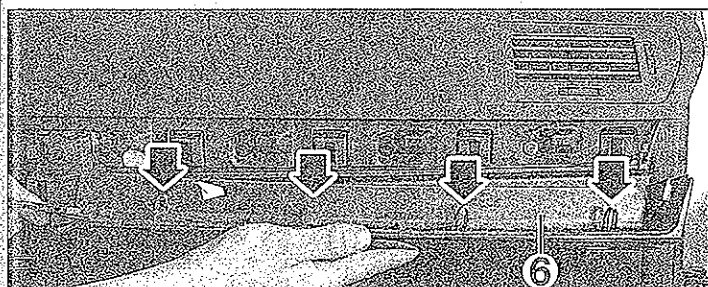

FIG. 27
- Desengrapar el embellecedor (6) encima de la guantera (fig. 27).